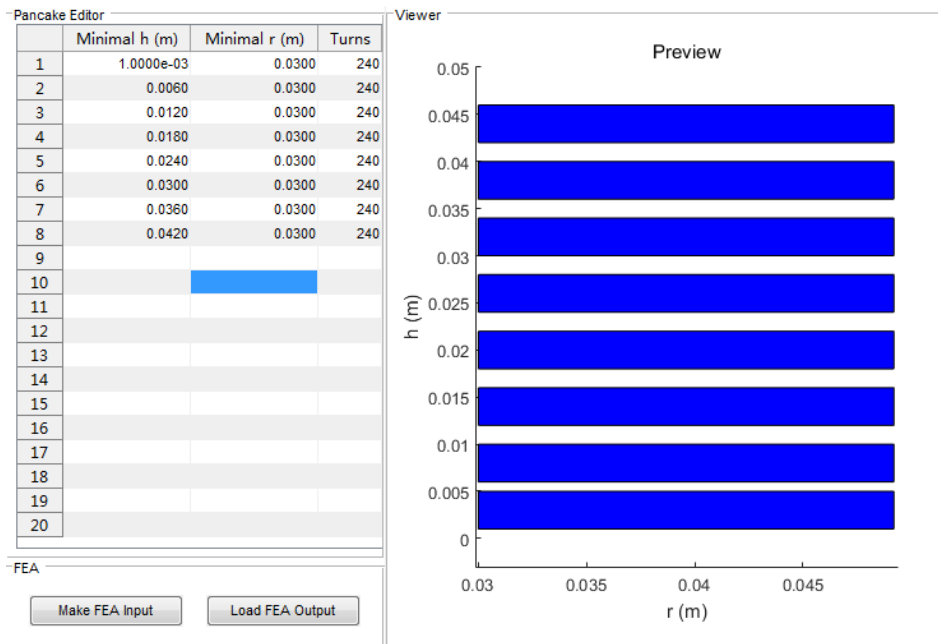

图 3 线饼参数
- coil1_ri 为第 i 线饼线饼内径，coil1_zi 为线饼 i 下边缘高度；其中 i 为第 i 线饼。其相应的线饼会在右侧显示出来，具体如图 3 所示。